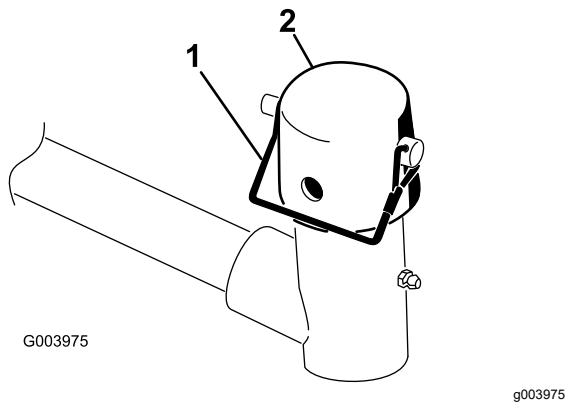

Figure 9
9. Retirez la goupille à fermoir et le capuchon de la chape de pivot du bras de levage (Figure 9).
**Remarque:** Utilisez la fente pour rendre l'unité de coupe directionnelle ou le trou pour que l'unité de coupe reste fixe (Figure 9).